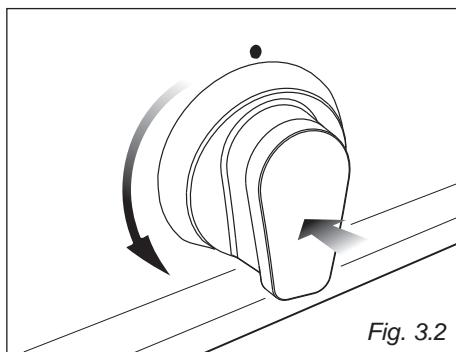

Fig. 3.2
1. Tourner le bouton dans le sens inverse des aiguilles d'une montre jusqu'à la position  (débit maximal), appuyer sur le bouton et le maintenir appuyé jusqu'à ce que la flamme soit allumée (fig. 3.2).